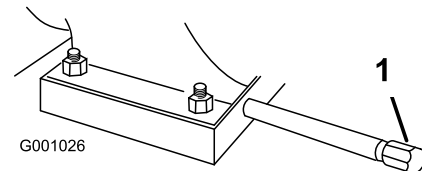

Figura48
1. Curățați zona din jurul capacului de scurgere a uleiului (Figura48).